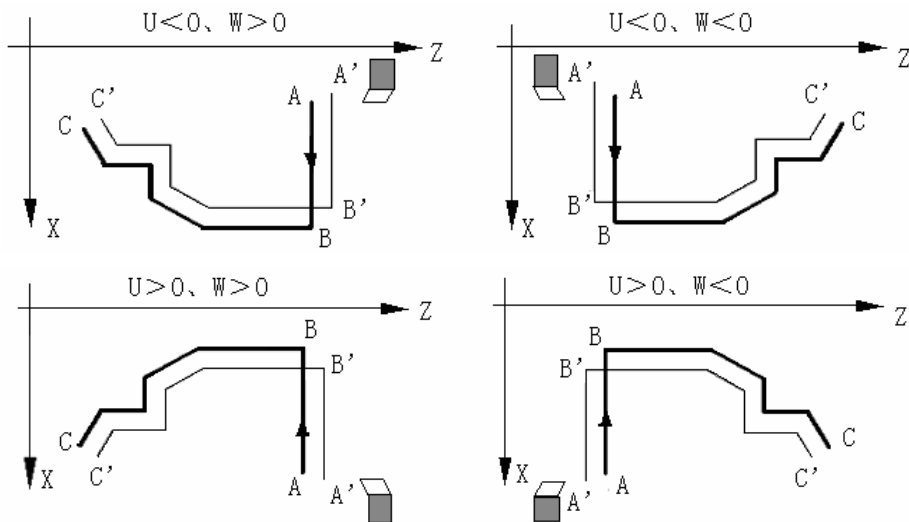

图 4-40
- 1) 执行指令①时，坐标轴没有实际运动，系统自动将偏移量记忆到内部，一直有效；如果未指定，则默认为 0。
- 2) G71 指令①设置的偏移量仅对 G71 指令②起作用，
- 3) G71 指令①中的 U、W 字段必须同时指定，不能只写一个。
- 4) G71 指令③中的 X(U)、P、Q 字段应该与 G71 指令②一致；如果要写，必须写完整；而且字段范围与指令②相同。
- 5) G71 指令③中，P~Q 程序段中的指令编程规则同粗车 G71 指令②相同。
- 6) 系统执行粗车 G71 指令②时，自动记忆最近的 G71 中的 X(U)、P、Q 字段数据；如果 G710 省略了 X(U)、P、Q 字段，则直接引用内部记忆的数据。因此，如果是对最近粗车过的 G71 轨迹进行精车，则可以省去 G710 之后的字段。
- 9) G710 与 G71 指令②一样，内部可以进行刀尖半径补偿，编程规则、格式与 G71 指令②一样。
- 10) 留粗车余量时坐标偏移方向：指令①的 U、W 反应了精车时坐标偏移和切入方向，按 U、W 的符号有四种不同组合，见图 4-40，图中：B→C 为精车轨迹，B'→C' 为粗车轮廓，A 为起刀点。